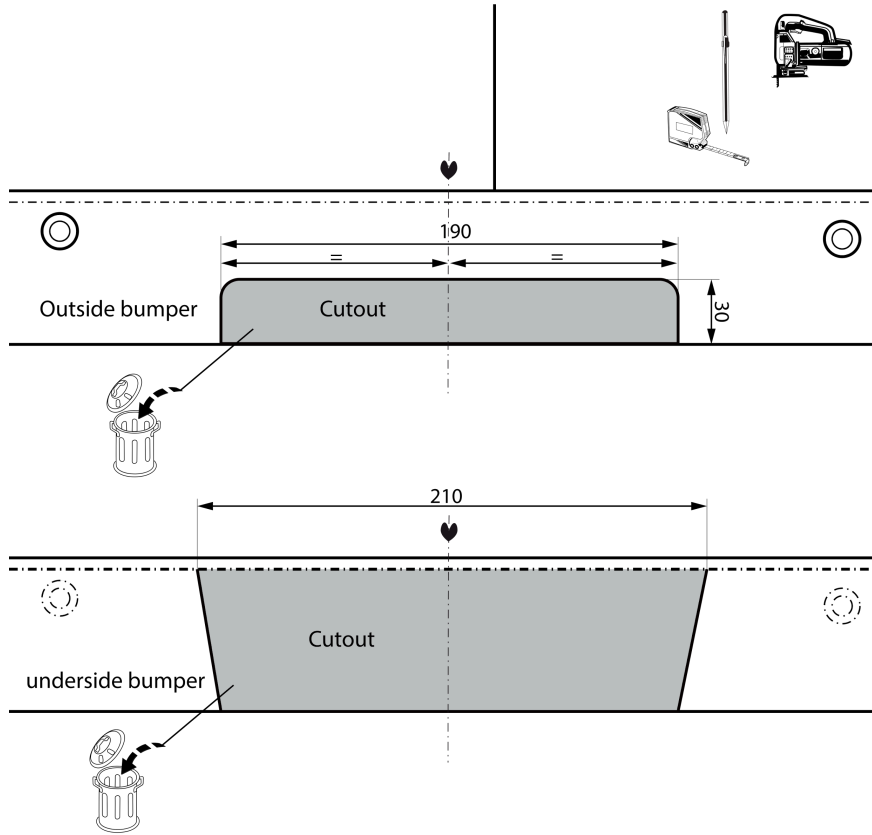

Fig. 1
7. Выпилить обозначенную часть, как указано на рис. 1.